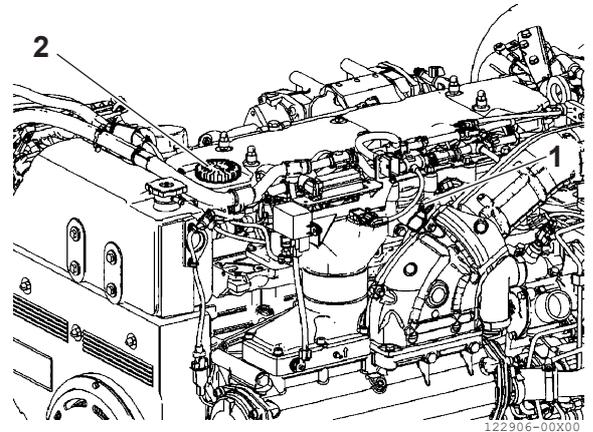

Abbildung 1
- Prüfen Sie mit dem Peilstab (**Abbildung 1, [1]**), ob der Ölstand zwischen „MIN“ und „MAX“ liegt.
- Wenn der Füllstand zu niedrig ist, entfernen Sie den entsprechenden Stopfen (**Abbildung 1, [2]**) und füllen Sie ihn unter Beachtung der auf Seite 35 angegebenen Mengen durch den Einfüllstutzen am Zylinderkopf auf.